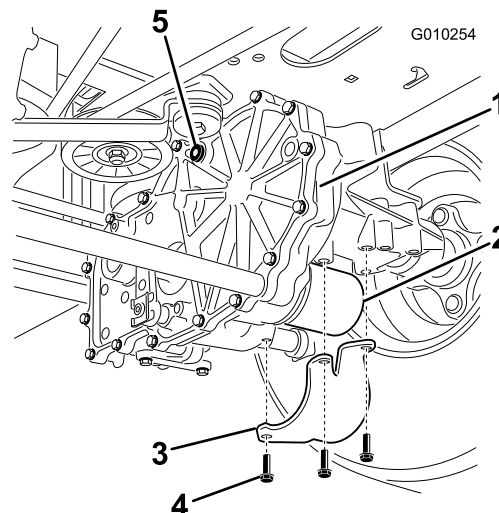

Figura 50
2. Localice el filtro y los protectores de cada sistema de tracción del transeje y retire los 3 tornillos que sujetan el protector del filtro (Figura 50).